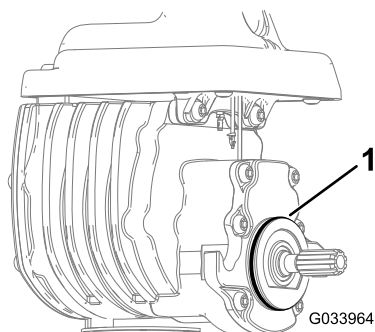

Figura 7
4. Montate l'O-ring sul motore a cilindri (Figura 7).